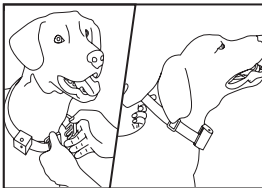

Fig. 6
- » Deje siempre un espacio del ancho de un dedo debajo del cuello (Fig. 6).